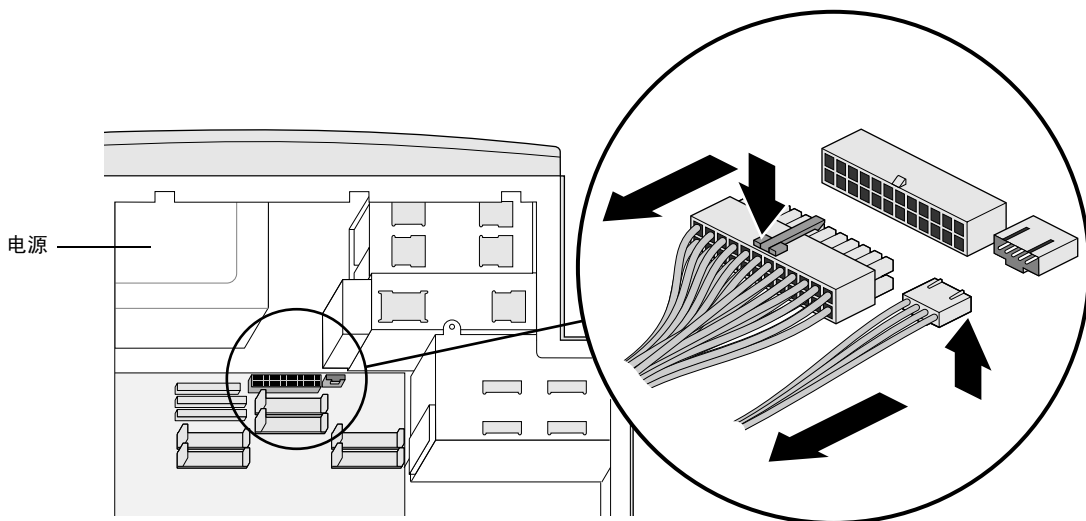

图 7-1 拔掉系统模块的电源电缆
- 左边的大电缆，按电缆连接器顶部弹片即可拔出。如图 7-1。